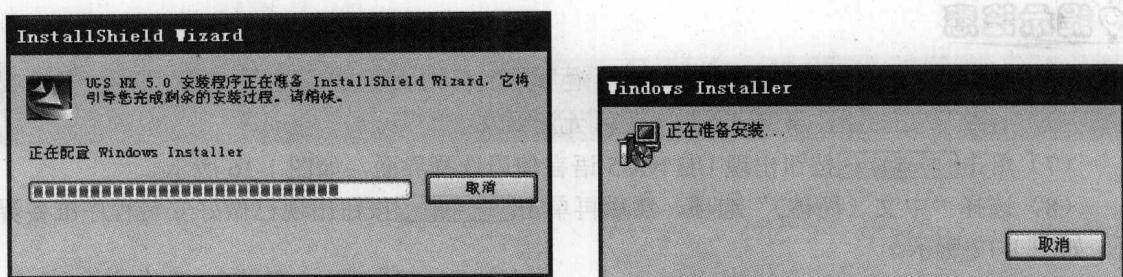

图 1-11 系统进行配置安装文件信息
(2) 选择“中文（中国）”安装语言，单击 **确定** 按钮系统配置安装文件信息，如图 1-11 所示。